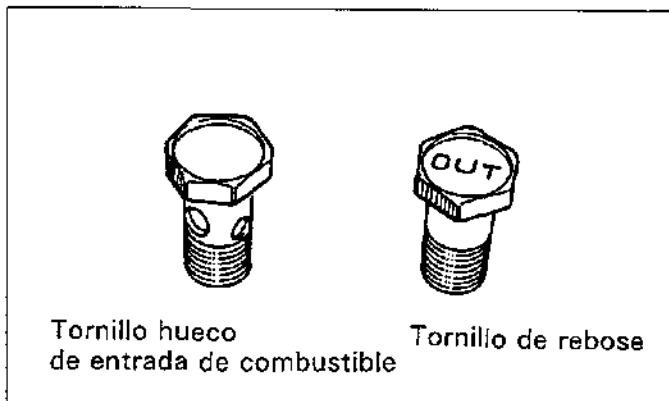

Figura.15-6 Tornillos
1. El perno en forma de banjo con la marca "OUT" debe usarse para el rebose durante el ajuste y debe quedar con la bomba después de completarse el ajuste. (Vea la figura.15-6)
2. El perno en forma de banjo de entrada de combustible será hueco con las aberturas del tamaño adecuado para permitir que entre el combustible a la bomba. (Vea la figura.15-6)